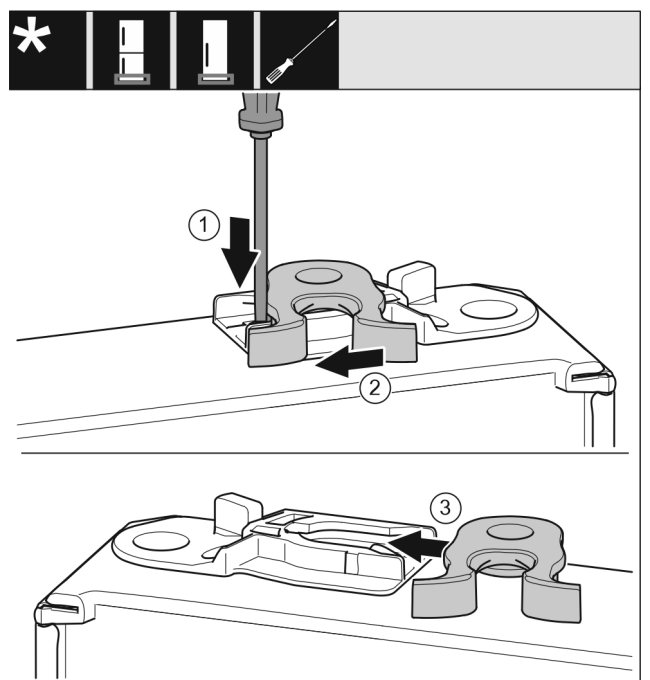

Fig. 17
- ▶ Onderkant van de deur wijst naar boven: Deur draaien. Fig. 17 (1)
- ▶ Lip met sleufschroevendraaier naar onder drukken. Fig. 17 (2)
- ▶ Sluithaak uit de geleiding trekken. Fig. 17 (3)
- ▶ Sluithaak aan de andere kant van de geleiding schuiven. Fig. 17 (3)